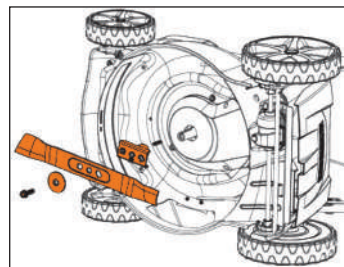

Рис. 22
- Для замены ножа (Рис. 22) слейте топливо и масло из газонокосилки и положите ее набок.